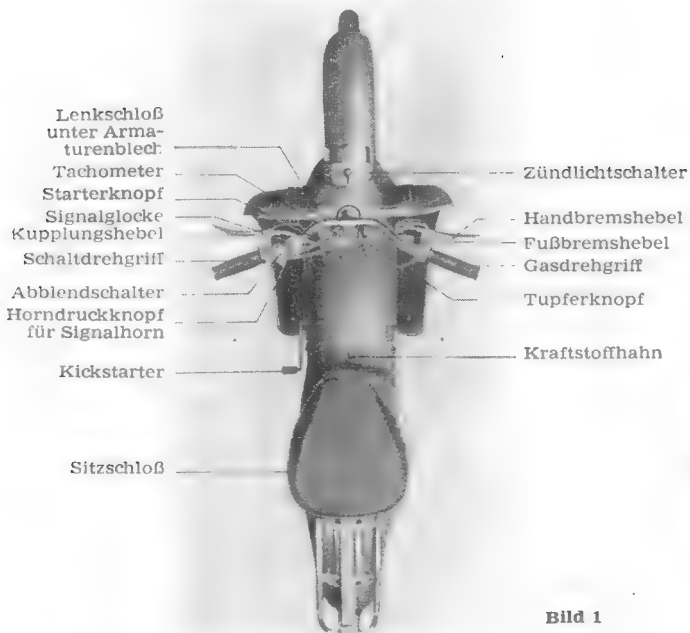
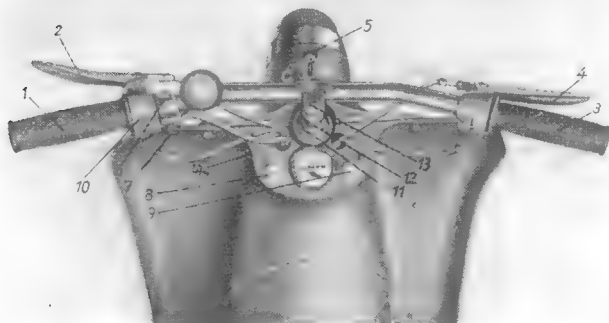

Bild 1
Bild 4. Draufsicht auf Scheinwerfer, Lenker und Armaturenblech mit Bedienungsorganen
2. Zündung einschalten: Zündlichtschalter am Scheinwerfer in Mittelstellung (Ziffer 5, Bild 4).
3. Starterklappe durch Herausziehen des Starterknopfes am Armaturenblech schließen (Ziffer 8, Bild 4).
4. Bei kaltem Motor Tupferknopf am Armaturenblech (Ziffer 9, Bild 4) 5...6 s ruhig herausziehen.
6. Schaltdrehgriff auf 0 stellen. Durch rasches Heruntreteten des Kickstarters (Bild 1) Motor anwerfen. Kupplungshebel ziehen.
1. Gang einschalten (Marke auf Griffstück zeigt auf 1). Kupplungshebel langsam loslassen und unter gleichzeitigem Gasgeben (Gasdrehgriff, Bild 4, Ziffer 3, von vorn nach hinten drehen) anfahren.
2. Bremsen. Durch Niedertreten des Fußbremshebels (siehe Bild 1) wird die Hinterradbremse betätigt. Beim Abbremsen aus höheren Geschwindigkeiten immer auch die Handbremse (Ziffer 4, Bild 4), die auf das Vorderrad einwirkt, mitbenutzen. Die Bremsnabe im Vorderrad hat sehr gute Bremswirkung. Nur auf sandigen, nassen oder schlüpfrigen Straßen und auch in Kurven die Vorderradbremse mit Vorsicht betätigen, damit das Vorderrad nicht seitlich wegrutscht. Auf langgestrecktem Gefälle abwechselnd Vorderrad- bzw. Hinterradbremse benutzen (Zweck: Abkühlung). Selbstverständlich ist, daß der Gasdrehgriff und nicht die Bremsen dazu da sind, die Geschwindigkeit zu regeln.
2. Zündung ausschalten. Hierzu Lichtschalter im Scheinwerfer (Ziffer 5, Bild 4) nach links schalten. Bei längerem Halt Kraftstoffhahn schließen.
Der Zündlichtschalter am Scheinwerfer (Ziffer 5, Bild 4) hat 3 Schaltstellungen (vom Fahrersitz gesehen):
Unterhalb des Armaturenbleches an der linken Seite vom Fahrer aus gesehen befindet sich das Lenkschloß (siehe Ziffer 14, Bild 4) zur Sicherung des Fahrzeuges gegen unbefugtes Benutzen. Es werden 2 Schlüssel mitgeliefert. Zur Sicherung des Fahrzeuges wird das Schloß mittels Schlüssel entriegelt. Lenker nach rechts eingeschlagen und Schloß unter leichtem Druck nach innen geschoben bis es in die dafür vorgesehene Bohrung einrastet. Nach vorgenommener Sicherung überzeugt man sich, ob der Lenker feststeht und zieht den Schlüssel ab. Die Schlüssel sind sorgfältig aufzubewahren. Die auf dem Schlüssel eingeprägte Schlüsselnummer und Serienziffer merke man sich, um bei eventuellem Verlust des Schlüssels eine Nachbestellung vornehmen zu können. Schlüssel mit BAB gezeichnet, sind vom VEB Fabrik für Präzisionsschlösser Potsdam-Babelsberg und Schlüssel mit HOH gezeichnet von der Firma Hugo Orban, Hirschbach bei Suhl, hergestellt. Zur weiteren Sicherung gegen unbefugtes Benutzen dient der abnehmbare Benzinhahnschlüssel, den man
Der Lenker kann nach Lösen der Sechskantschraube und der Überwurfmutter in gewissen Grenzen wie beim Moped- bzw. Fahrradlenker in der Höhe verstellt werden (siehe Bild 4). Von Oberkante Überwurfmutter bis Oberkante Lenker soll eine Entfernung von 80 mm nicht überschritten werden.